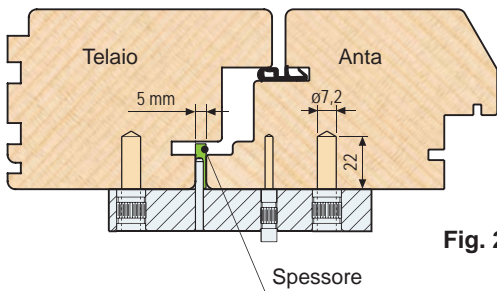

Fig. 2
- 2) Per la foratura della cerniera **inferiore** interporre uno spessore da 5 mm tra anta e telaio, appoggiare la dima verificando che i perni di battuta siano in appoggio sul **telaio** (Fig. 2).